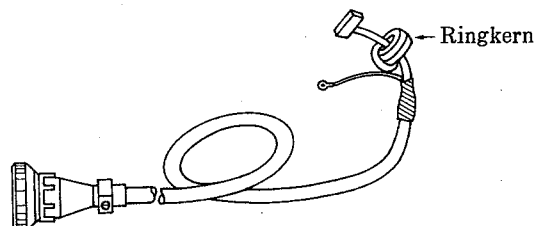

Abb. 55
- (5) Den Ringkern vom IO-17SC2 Kabel entfernen (siehe Abb. 55).